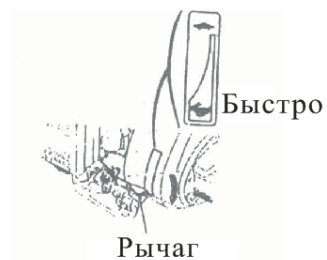

Рис. 11
6. Установите рычаг дросселя в правильное положение, чтобы обеспечить работу двигателя на требуемых оборотах (Рис. 11)